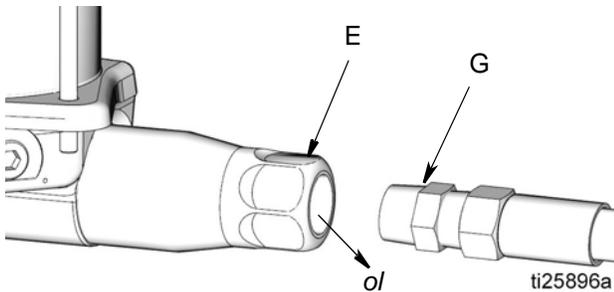

图 5
2. 断开润滑剂供应管路 (G) 与泵出口 (E) (图 5) 的连接。
4. 打开 截止阀 (V)。
5. 运行泵数个冲程，直至机油 (ol)，无空气，从泵出口 (E) 处出来 (图 5)。